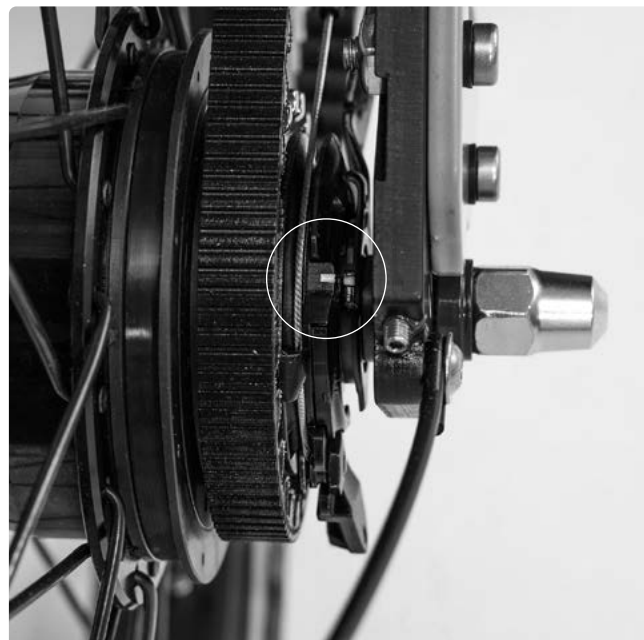

FIG. 44
- 3 Hold op med at dreje, når de to gule markeringer igen befinder sig i samme højde (fig. 44).